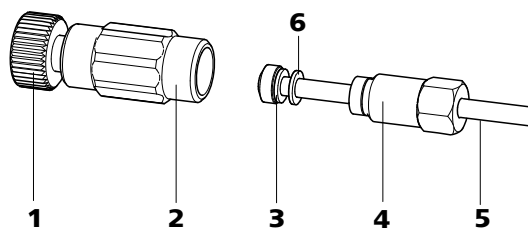

Figura 15 Conectar a entrada da bomba de alta pressão
Conexão do degaseificador de eluente para a bomba de alta pressão (ver figura 15, página 34). O parafuso de aperto (13-4) está montado de forma fixa.
- Conectar a outra extremidade da conexão do tubo (13-6) (com o parafuso de aperto curto (13-4)) à bomba de alta pressão (ver figura 15, página 34).